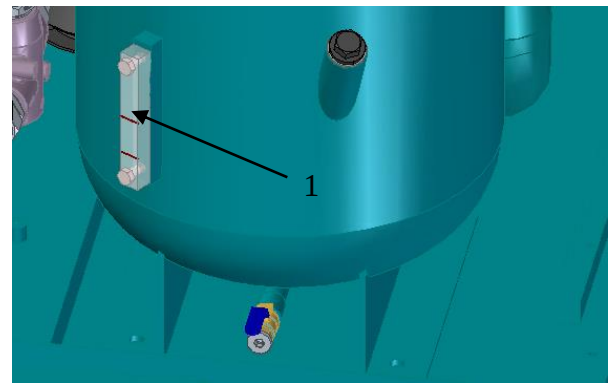

图 28：观油镜
3. 请检查观油镜 (图 28/1) 并确认冷却液是否于标准液位。